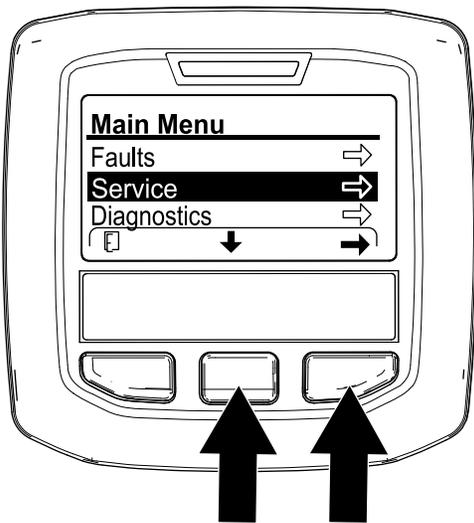

Рисунок 177
- В инфо-центре перейдите в MAIN MENU (ГЛАВНОЕ МЕНЮ) (Рисунок 177).